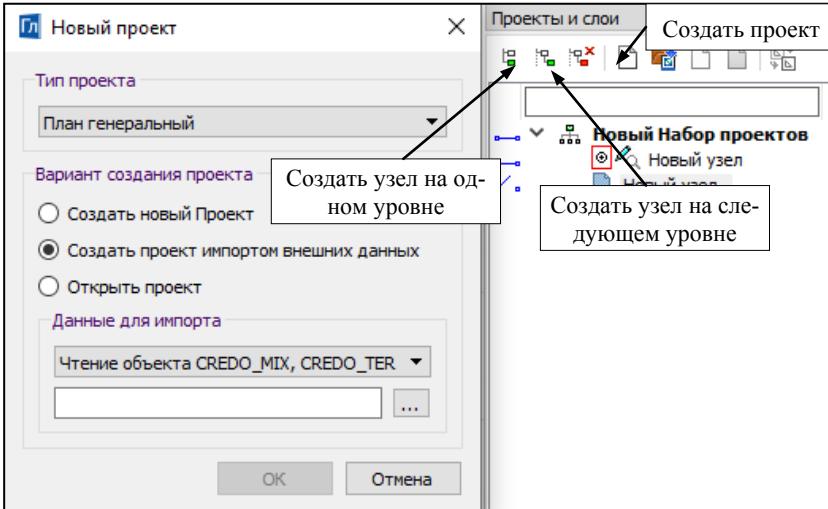

Рис. 3.13
**Проекты** предназначены команды **Создать узел на одном уровне** либо **Создать узел на следующем уровне** (рис. 3.13).
При этом можно создать пустой проект или загрузить какие-либо данные из других систем (рис. 3.13). Во втором случае переключатель устанавливается на варианте создания нового проекта **Создать проект импортом внешних данных** и из выпадающего списка выбирается необходимый тип данных.